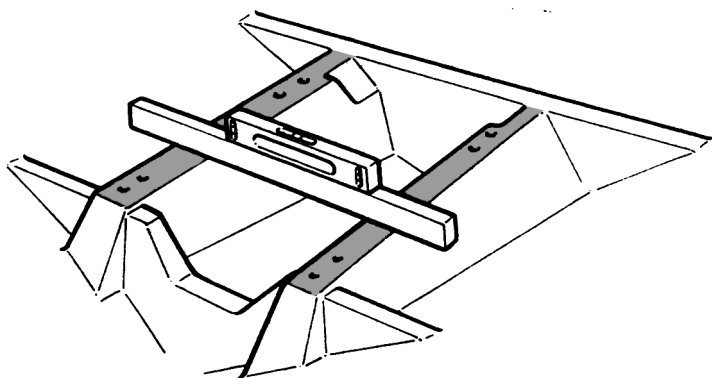

Fig 22.
2. Kontrollera därefter att bäddplanen där motortassarna skall vila är i samma plan (fig 22) samt att bäddlutningen är rätt (använd ett vinkelgraderat vattenpass). Se ”motorbädd”.